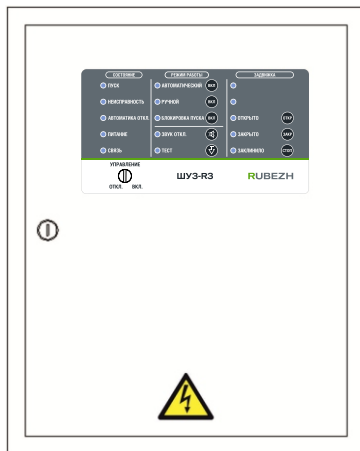

Рисунок 2 – Лицевая сторона ШУЗ
1.5.1 ШУЗ конструктивно выполнен в прямоугольном металлическом корпусе (рисунок 2).